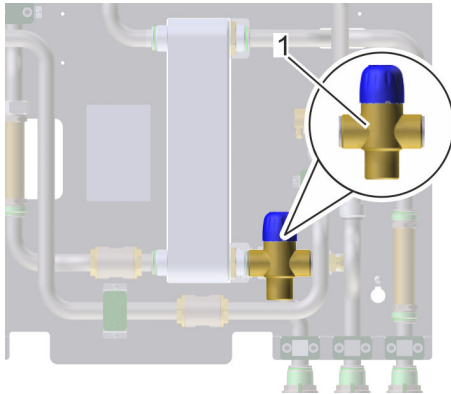

Abb. 41: Thermisches Mischventil
2. → Um die Temperatur zu erhöhen oder verringern, das Mischventil am Einstellgriff (Abb. 41/1) langsam in die entsprechende Richtung drehen, bis die Warmwassertemperatur leicht unterschritten wird.